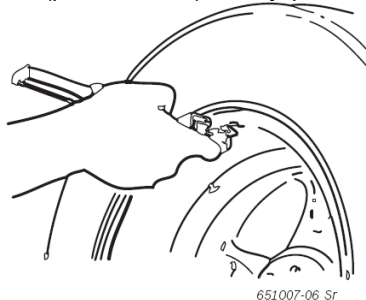

**Рис. 8. Ручной штангенциркуль:**
1. Расположите ручной штангенциркуль с ползуном (рис. 8, поз. 8) на внутренней закраине обода.
2. Установите требуемый приклеивающийся балансировочный грузик в щипцы для наружных грузиков (рис. 8, поз. 5).
5. Установите второй требуемый приклеивающийся балансировочный грузик в щипцы для внутренних грузиков (рис. 8, поз. 3).